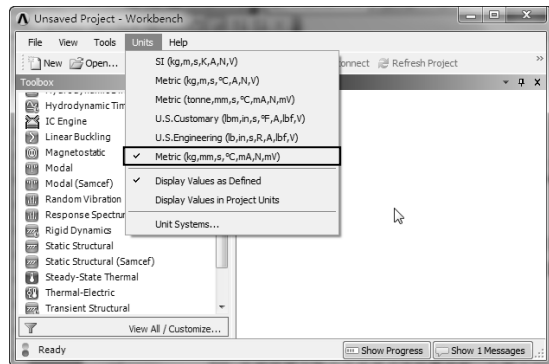

图 5-89 设置分析单位
2) 选择【Units】|【Metric (kg,mm,s,°C,mA,N,mV)】命令，设置分析单位，如图 5-89 所示。